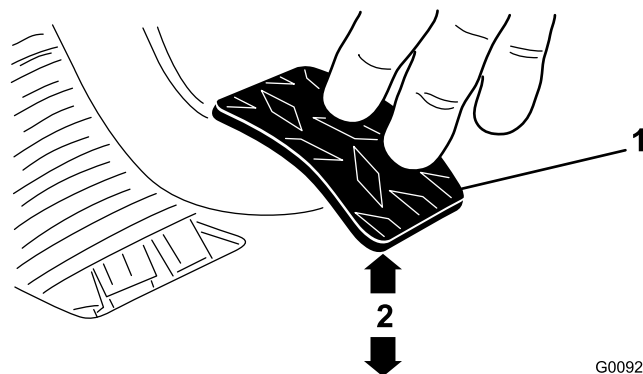

図 70
3. ジャムナットまたはボールジョイントを調整する 1.8kgの力でクラッチペダルを踏んだ時にペダルの裏面の下端が床のダイヤモンド柄の頂部から 9.29.8cm になるようにする 図 70。